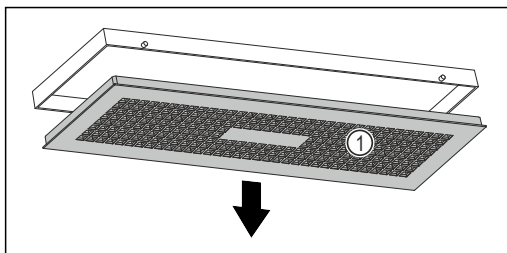

Fig. 100
- Wasserbox langsam nach unten drehen und dabei Abdeckung Fig. 100 (1) festhalten.
- Abdeckung Fig. 100 (1) entnehmen.